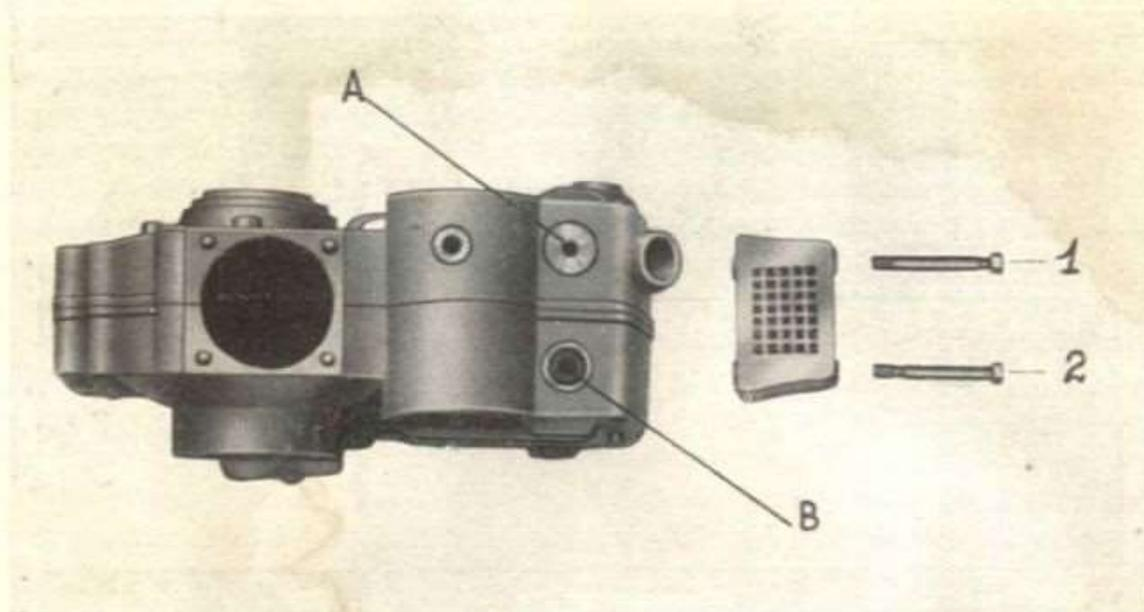

Fig. 25
Togliere il radiatore dell'olio svitando i due bulloni speciali che lo fissano alla scatola. Questi bulloni per il tipo di radiatore di lamiera non devono essere invertiti durante il montaggio cioè: (vedi fig. 25) il bullone (1) deve essere collocato nel foro A della scatola lato trasmissione, mentre il bullone (2) deve essere collocato nel foro B della scatola lato distribuzione. Invertendoli verrebbe ostruita la circolazione dell'olio con probabile conseguente rottura del radiatore. Questa attenzione non è richiesta per il tipo di radiatore di alluminio, essendo i due bulloni perfettamente uguali. (Nei soli tipi 250 c. c. M 37 e 500 c. c. M 36).